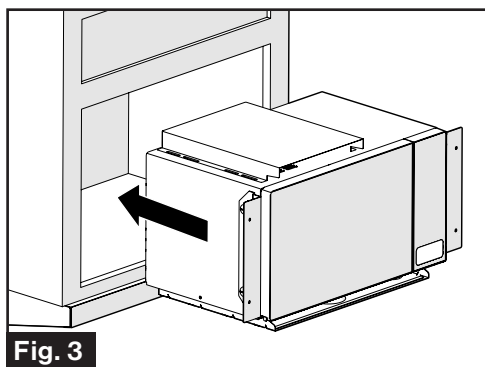

Fig. 3
3. Deslice el horno microondas en la abertura del gabinete. (Fig. 3)